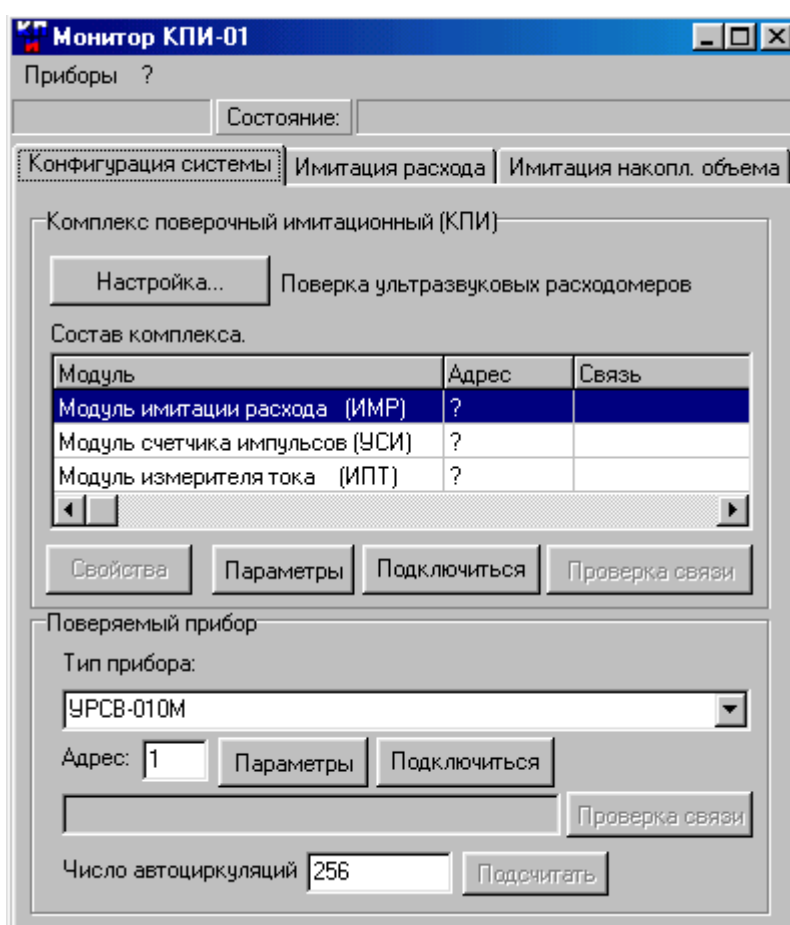

Рис. 2. Вид основного окна программы.
2.4.1.1. После включения питания КПИ на ПК запускаются программы **ВЗЛЕТ СЕРВЕР СВЯЗИ** и **Монитор КПИ-01**, которая выводит основное окно (рис.2). Вид основного окна зависит от целевой задачи, выбранной пользователем.
При выборе целевой задачи **Поверка ультразвуковых расходомеров** в основном окне справа от кнопки **Настройка** индицируется аналогичная надпись (рис.2).